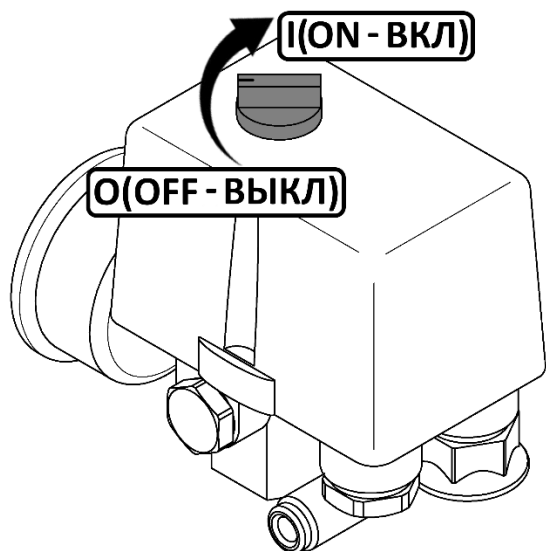
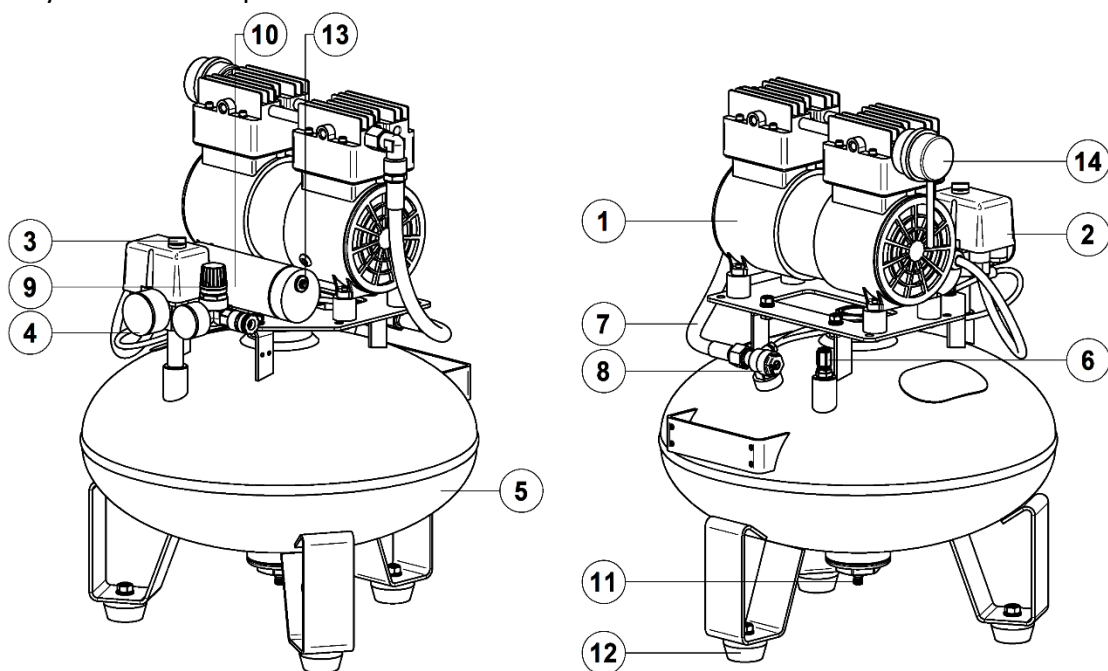

Рисунок 2
Рисунок 3 - Общий вид компрессора СБ4-24.OLD10С
- Проверьте, чтобы выключатель на реле давления находился в выключенном положении "O" или "OFF", в зависимости от исполнения (рис. 2).
- Выключить компрессор выключателем 3 на реле давления (рис. 3-6). Для этого необходимо переключить выключатель в положение "O" или "OFF", в зависимости от исполнения (рис. 2). После этого остановится электродвигатель и произойдет сброс давления из нагнетательного воздухопровода и поршневого блока.
- Переключите выключатель **3** на реле давления (рис. 3-б) в положение "O" или "OFF", в зависимости от исполнения (рис. 2).
- После того, как блок поршневой **1** остынет до допустимой температуры, включите тепловое реле, нажав кнопку включения теплового реле **13** (рис. 3-б).